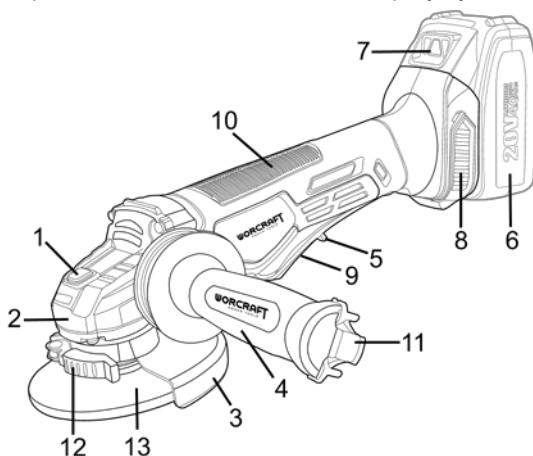
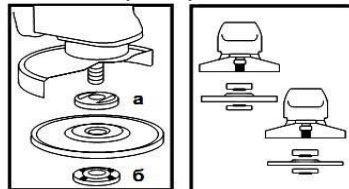

Рисунок 1
Рисунок 2
4.2 Міцно встановіть передню рукоятку (4, рисунок 1) у відповідний різьбовий отвір.
4.3 Встановіть захисний кожух (3, рисунок 1) у потрібне положення, в залежності від виду роботи та диска, що використовується.
Для цього натисніть на кнопку блокування шпінделя (1, рисунок 1) і перевірте диск до такого положення, при якому він заблокується. За допомогою фланцевого ключа з комплекту постачання, відверніть і зніміть затискну гайку (б, рисунок 2). Встановіть абразивний диск на посадкове місце фланцевої шайби (а, рисунок 2), наживіть рукою затискну гайку на шпіндель і затягніть її за допомогою фланцевого ключа з комплекту постачання. Відпустіть кнопку блокування шпінделя та переконайтеся в тому, що вона вивільнена, шляхом дво- або триразового натискання. Перевірте диск і впевніться, що шпіндель розблокований. При встановленні диска з утопленим центром завжди розміщуйте його випуклою стороною до фланцевої шайби (дивіться рисунок 2).
4.9 Не перевантажуйте виріб. Слідкуйте за температурою корпусу редуктора (2, рисунок 1) та двигуна, яка не повинна перевищувати 70 °С. Якщо виріб нагрівся, дайте йому можливість кілька хвилин попрацювати без навантаження. При роботі дотримуйтеся циклічності: 15 хвилин роботи – 10 хвилин перерви (або час, необхідний для охолодження двигуна та редуктора).
- зніміть знімні фільтруючі сітки (8, рисунок 1);
- вставте фільтруючі сітки (8, рисунок 1) у відповідні місця.